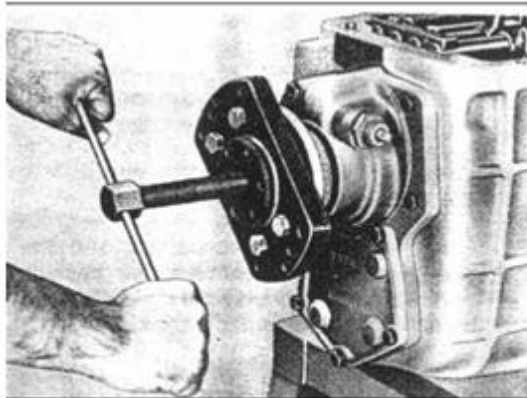

РИС. 198
- 7) Снимите фланец карданного вала с вторичного вала с помощью специального инструмента № 2576 5890 3522 (см. рис. 198) установите шестерни всех передач в нейтральное положение.